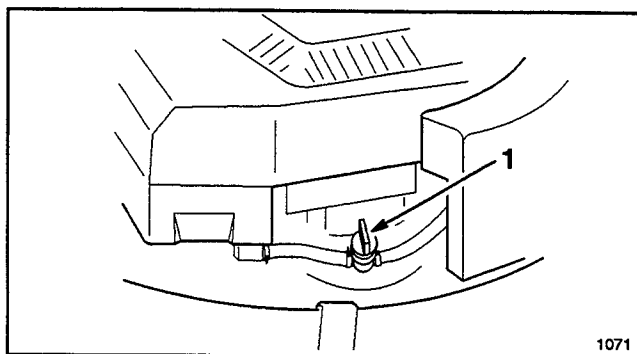

Figure 9
4. Ouvrir le robinet d'arrivée d'essence sur le moteur (Fig. 9).
2. Ouvrir le robinet d'arrivée d'essence (Fig. 9) si ce n'est déjà fait.